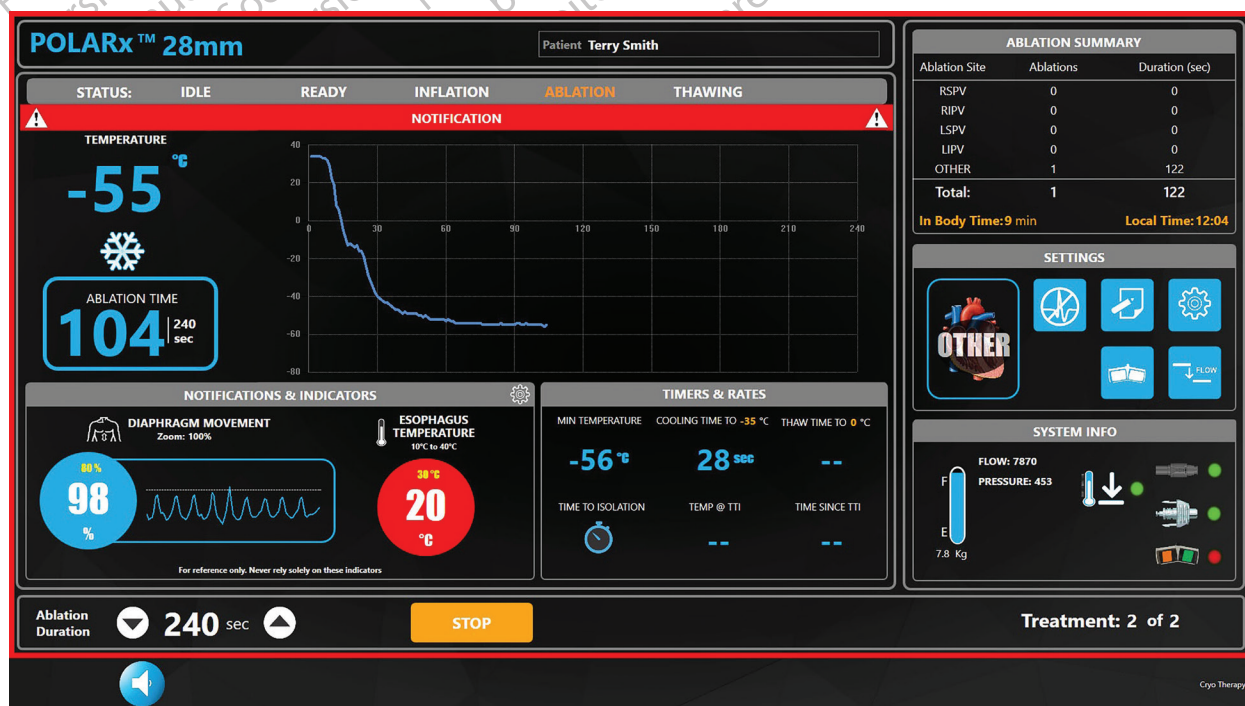

Figura 8. Alerta de Esophagus temperature (Temperatura esofágica)
- Selecione o valor numérico ao lado de **Esophagus Temperature** (Temperatura esofágica). Defina a **Esophagus Temperature** (Temperatura esofágica) com a temperatura pretendida utilizando as setas para cima/para baixo. Quando a temperatura atingir o ponto de ajuste escolhido neste campo, a leitura de **ESOPHAGUS TEMPERATURE** (Temperatura esofágica) no ecrã de Terapia fica vermelha e intermitente, uma moldura vermelha à volta do ecrã fica intermitente e a barra de título do gráfico Temperature (Temperatura) fica intermitente a vermelho com uma notificação sonora (Figura 8). O alerta pode ser apresentado durante as fases de **INFLATION** (Insuflação), **ABLATION** (Ablação) e **THAWING** (Descongelamento).